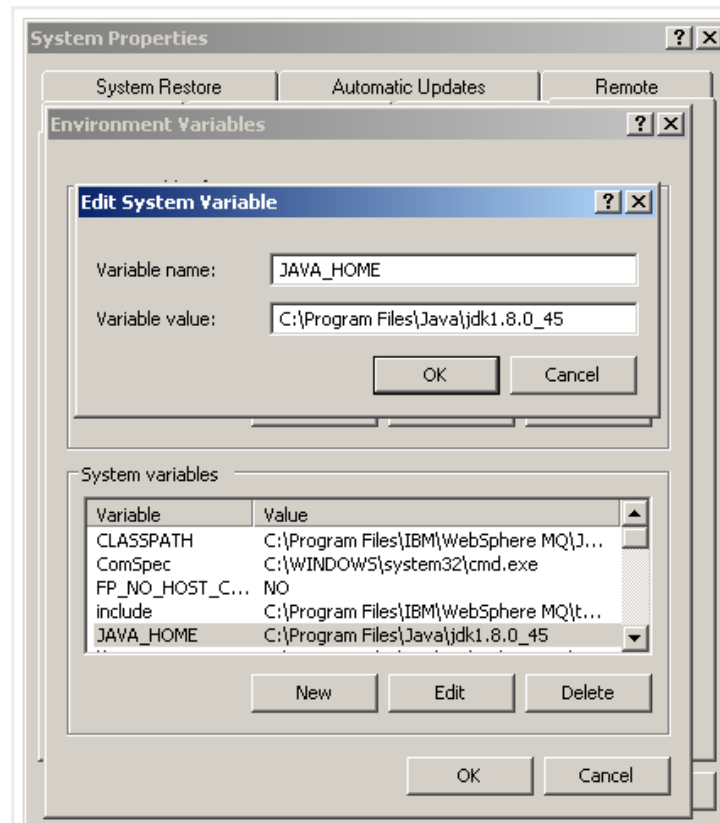

Figura 33 Configuração da variável "JAVA_HOME"
- JAVA_HOME - informe o diretório da instalação do JDK conforme mostra a figura 33.